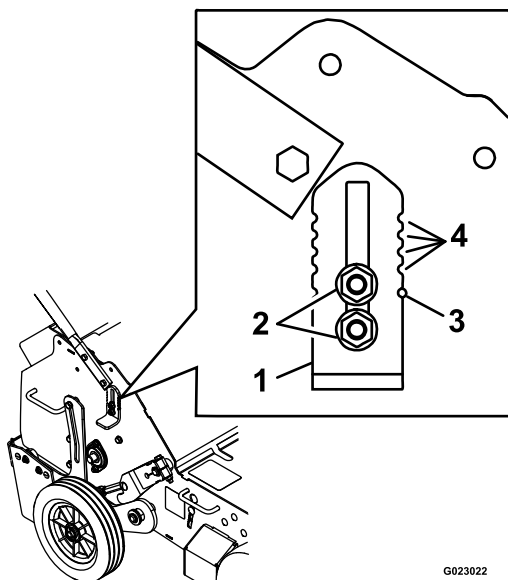

Рисунок 18
3. Ослабьте гайки крепления упора колеса на правой стороне машины (Рисунок 18).
- Повторите действия, описанные в пунктах 3–5, для упора колеса с левой стороны машины. Используйте визуальные контрольные выемки на упоре колеса и контрольные отверстия на раме, чтобы установить упоры колеса на одинаковую высоту для каждой стороны (см. Рисунок 18).